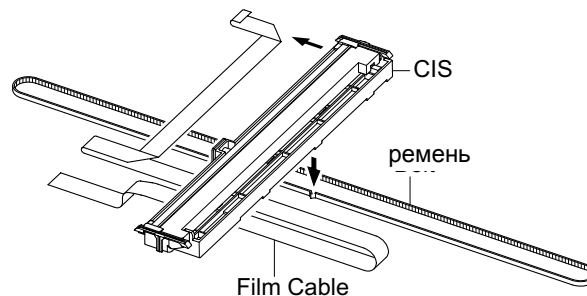

Рисунок 4
7. Снимите ремень и плоский кабель с CIS, рисунок 4.